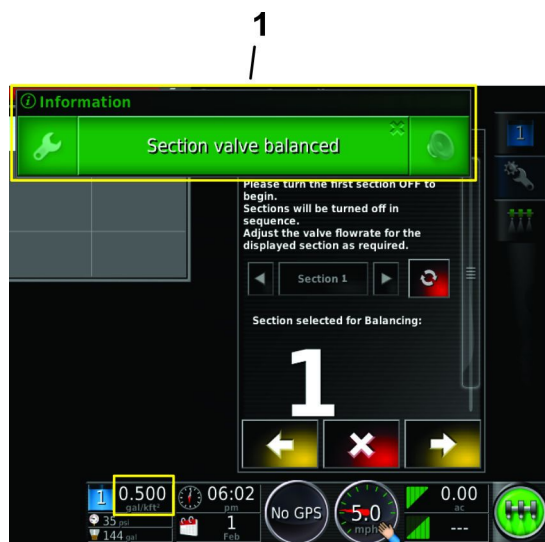

図 148
7. ブームバルブがバランスできましたというメッセージが表示され、バルブバランスウィザードは自動的に次のブームバルブのバランス調整へ進む 図 148。